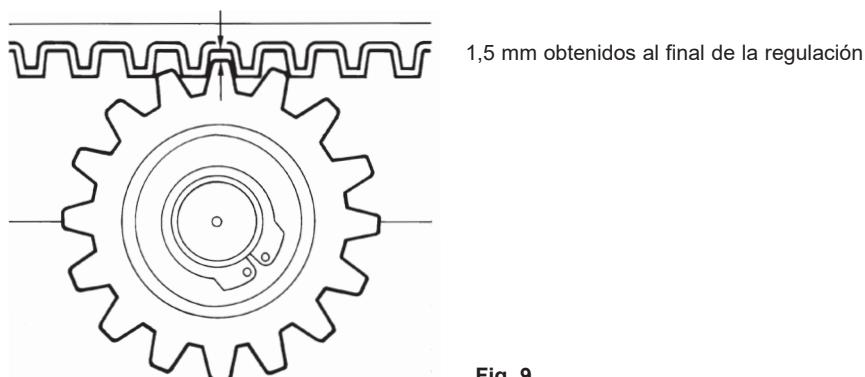

Fig. 9
- Hay que garantizar una holgura de 1,5 mm entre piñón y cremallera a lo largo de toda la longitud de la cancela (Fig. 9). Para regular el juego entre el piñón y la cremallera, consulte el apartado "6 - Regulación de la altura y fijación del actuador".